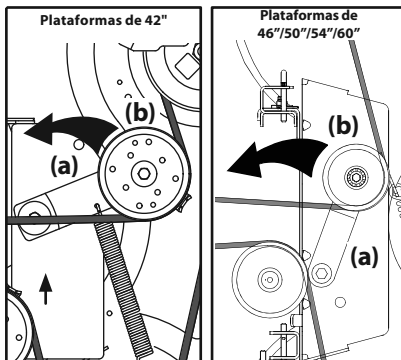

Figura 42
- Usando la manija de elevación de la plataforma o el pedal y la perilla de elevación de la plataforma, levante la plataforma a la posición que le ofrece mayor recorrido horizontal de la correa entre las poleas locas de la plataforma y la polea de la PTO en la base del motor. Vea la Figura 42.
- Desde la parte media del tractor, haga girar el soporte de polea loca (a) y la polea loca móvil (b) hacia atrás, justo lo suficiente para levantar la correa, por encima de la polea del husillo. Consulte la Figura 42.